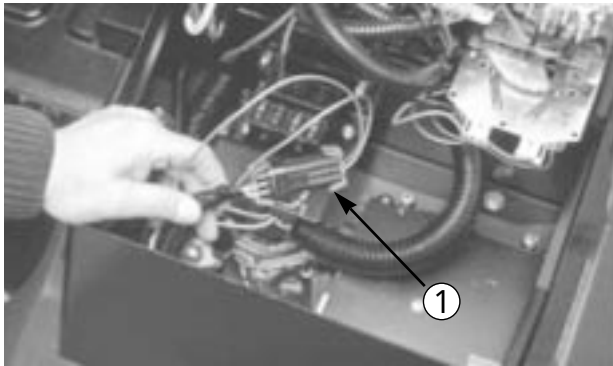

図 36
2. コントロールパネルのカバーを開け、コントローラ（図36）の側にあるワイヤハーネスに付いているループバック・コネクタを注意深くはずす。